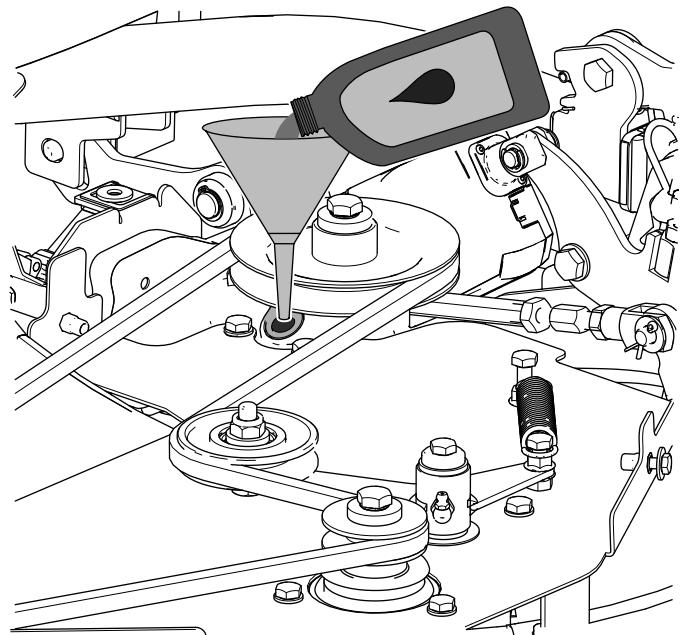

Figura 96
2. Con un embudo, añada el aceite especificado a la caja de engranajes por el orificio del tapón (Figura 96).